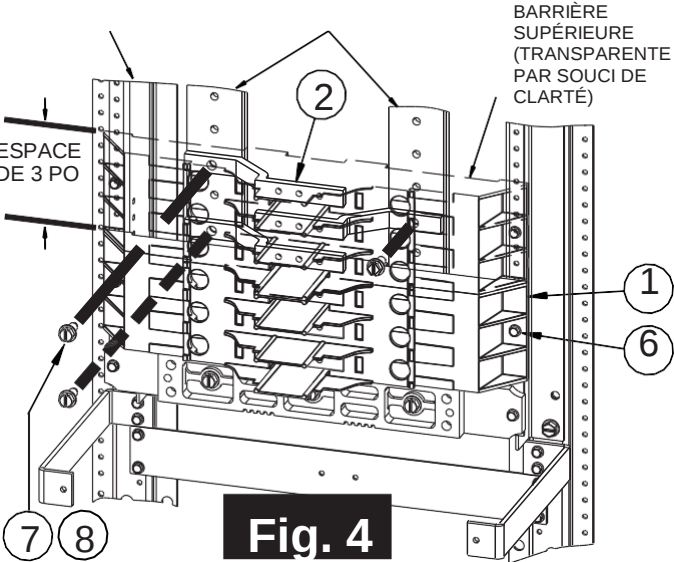

Fig. 4
6. Reportez-vous à la Fig. 4 :
- Positionnez la barrière de montage (article 1) du disjoncteur de sorte à remplir l'espace de 3 po de l'ensemble, puis fixez-la aux rails de base à l'aide de deux vis 8-32 (article 6). Installez les connecteurs de phase (article 2) dans la barrière de montage, en alternant entre la barre omnibus gauche et droite du panneau. Le schéma de connexion gauche-droite-gauche illustré à la figure 4 peut être inversé, au besoin, pour poursuivre un schéma de connexion déjà en place dans le panneau. Fixez les connecteurs à la barre omnibus du panneau avec les vis 1/4 po-20 appropriées (articles 7 ou 8).